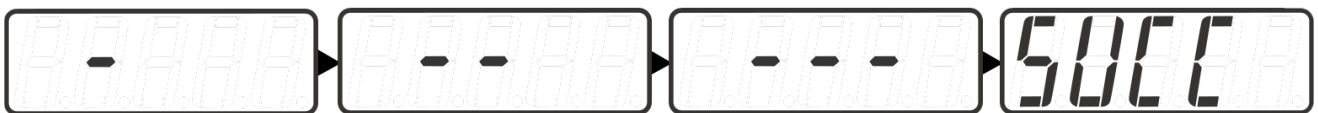

Рисунок 26. Візуальне відображення процедури ідентифікації обмотки статора двигуна.
- Процес ідентифікації особливим чином візуалізується (рис. 26).